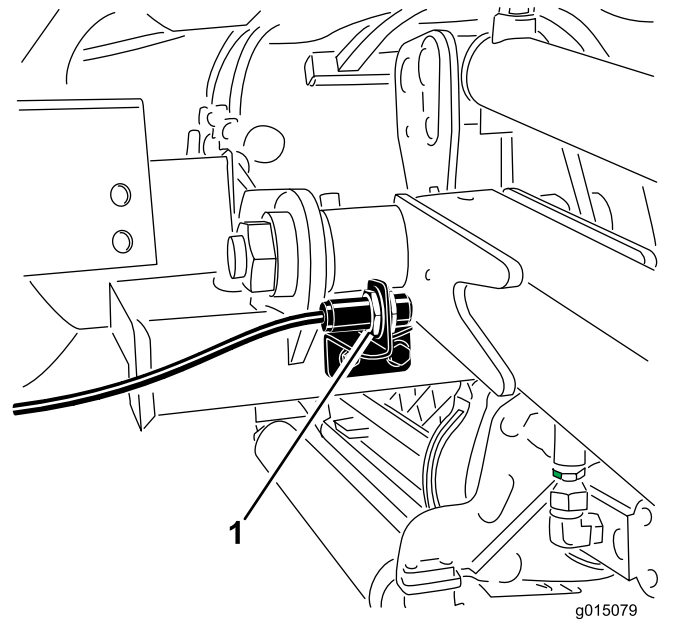

Figure 39
- Le contacteur des bras de levage se trouve derrière le bras de levage avant droit (Figure 39).
- Desserrez les vis de fixation du contacteur (Figure 39) et montez le contacteur pour augmenter la hauteur du changement de direction des bras de levage ou abaissez-le pour réduire la hauteur du changement de direction.